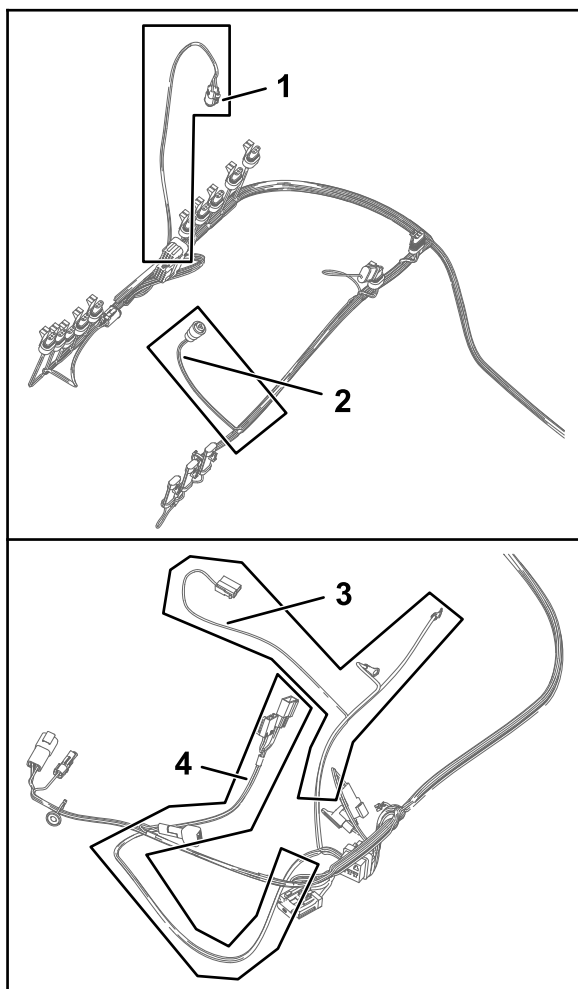

Рисунок 75
1. Найдите ответвления жгута проводов длиной 84 см, 60 см и 66 см из комплекта (Рисунок 74 и Рисунок 75).